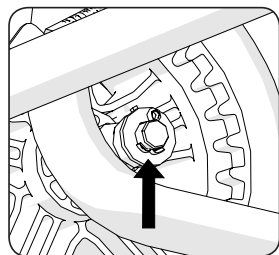

Fig 2
- Piegare i denti dei perni intorno al perimetro dell'assale in direzione opposta. (Fig. 2)